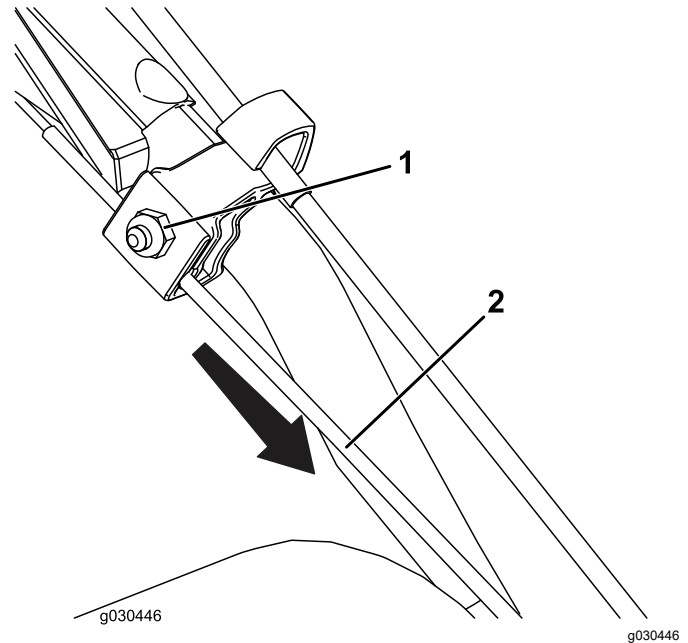

Figura 27
1. Afloje la tuerca de la abrazadera superior del cable, pero no la retire (Figura 27).
2. Tire hacia abajo del cable para eliminar casi toda la holgura del cable (Figura 27).
3. Apriete la tuerca (Figura 27).